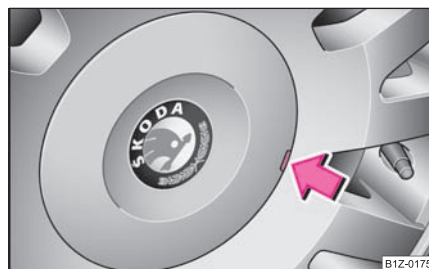

Fig. 162 Scoaterea ornamentului de roată la jantele din metal ușor
- Demontați cu atenție ornamentul, cu ajutorul cârligului ⇒ fig. 162. ■